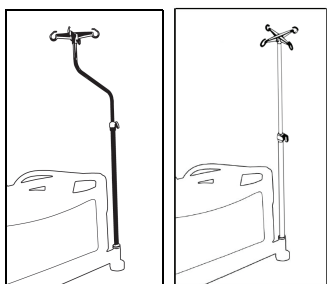

Figura 22 – Montarea stativului pentru perfuzie
1. Introduceți stativul pentru perfuzie într-unul dintre cele patru manșoane auxiliare (Figura 22).